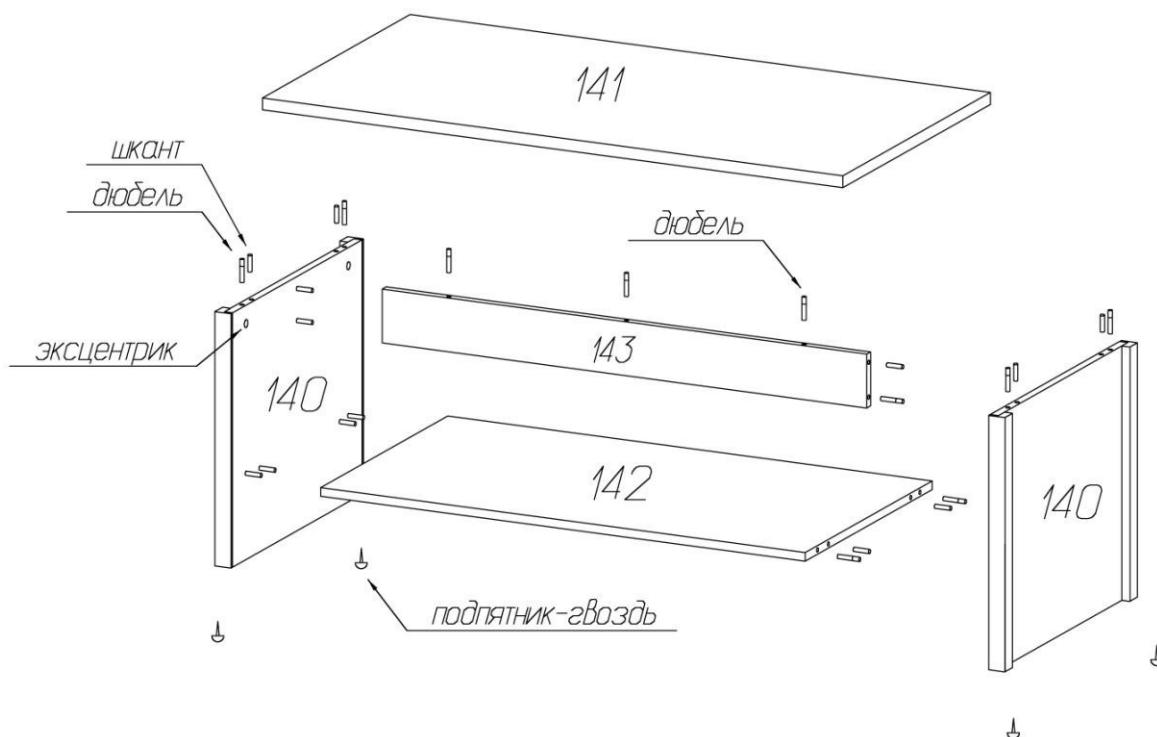

**Рис. 1**
1. В боковые стенки (140), горизонтальный щит (142), стенку жесткости (143) в имеющиеся отверстия установить эксцентрики Rastex 15\16, таким образом, чтобы стрелка была повернута в сторону отверстия в торце.
2. В установленные муфты эксцентриковых стяжек на боковых стенках (140), крышке (141) ввернуть дюбели DU644, в соседние отверстия установить шканты (рис.1 и схема сборки).
3. На нижние торцы боковых стенок (140) установить подпятники.